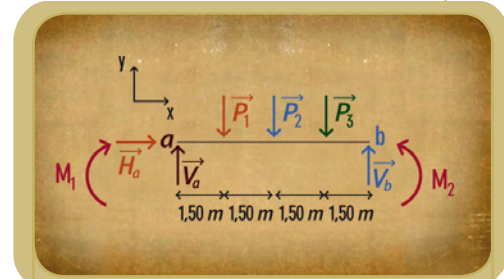

Figura 13. Diagrama de sólido libre
a. Dibujamos el diagrama de sólido libre, en el cual se ponen en evidencia los vínculos (figura 13)